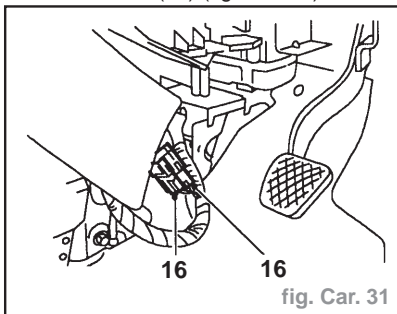

fig. Car. 31
- Enlever le boulon maintenant la tresse de masse du faisceau SRS sur la carrosserie (15).
- Débrancher 2 fiches multibroches du faisceau SRS (16) (fig. Car. 31).